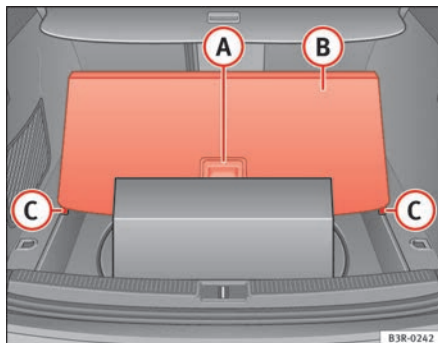

Fig. 124 Piano di carico sollevato
- Servendosi della maniglia **A** ⇒ fig. 124, sollevare il rivestimento del bagagliaio **B** e posizionarne le estremità laterali negli ancoraggi **C**.
- Servendosi della maniglia **A** ⇒ fig. 124, ripiegare su se stesso, fino allo schienale del sedile posteriore, il fondo del bagagliaio.
È possibile utilizzare lo spazio ricavato **sotto** il rivestimento del bagagliaio **B** ⇒ fig. 124 per riporvi piccoli oggetti.